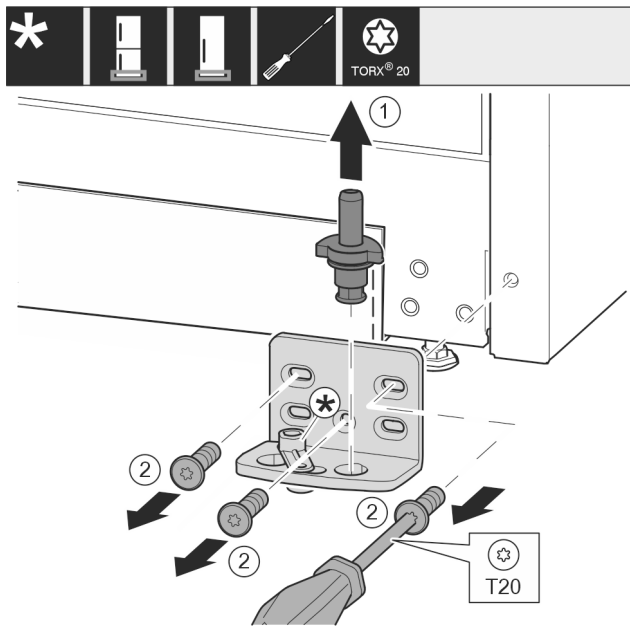

Fig. 12
- Lagerbout Fig. 12 (1) volledig naar boven toe wegtrekken.
- Schroeven Fig. 12 (2) met schroevendraaier er uit draaien en het lagerboks wegnemen.